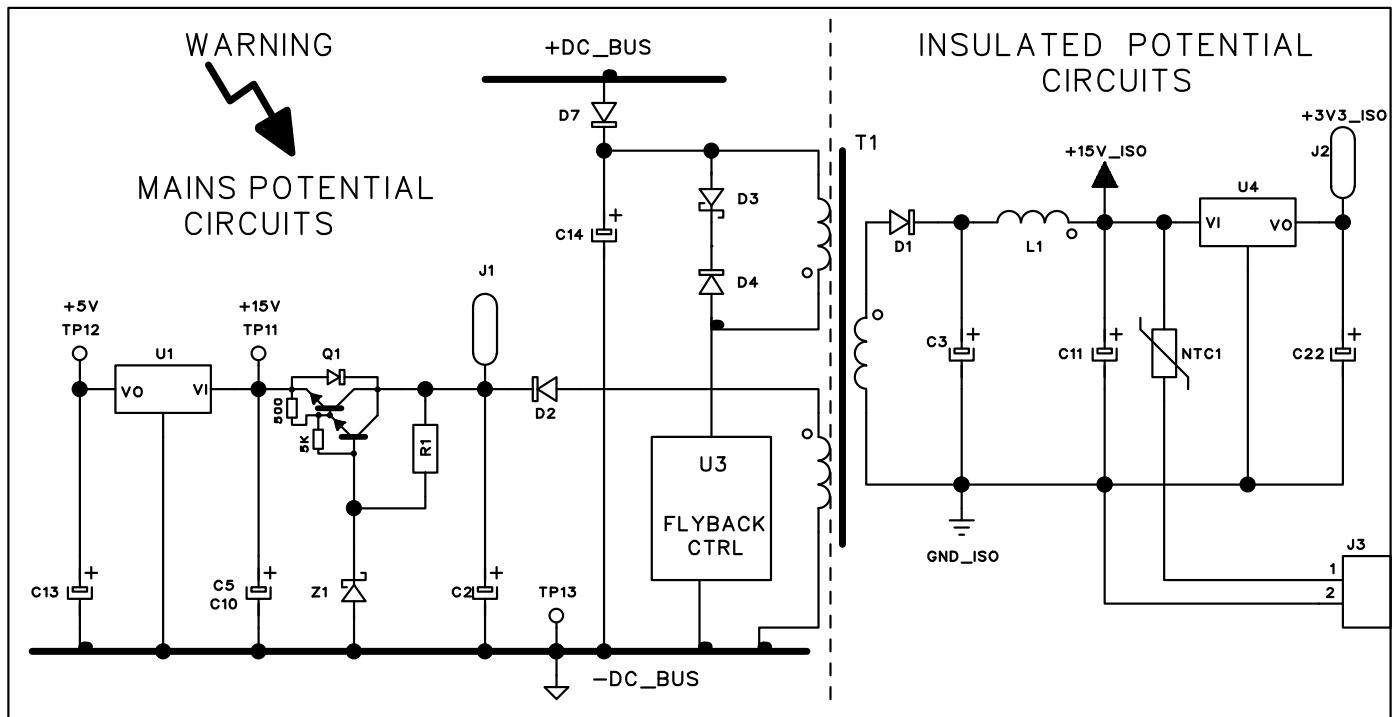

Fig. 2.3.2
Conectado directamente a los condensadores-DC, un convertidor flyback, presente en tarjeta potencia (45), genera las tensiones de alimentación de todos los circuitos del generador. Estas tensiones se miden en los conectores J2, J3 y en los test point J1, TP11, TP12, TP13 en tarjeta potencia (45), como indicado en Fig. 2.3.2.
- ♦ Si la tensión se mantiene en +320 Vdc controlar los circuitos del boost converter (U5, U7, Q5, Q6, D11, D12 etc.) y las tensiones en TP11 y TP12 de tarjeta potencia (45), como indicado en Fig. 2.3.2 (alimentaciones circuitos del boost converter).
- ♦ Sustituir tarjeta potencia (45).
- Tarjeta potencia (45), test point TP11(+), TP12(+) y terminal de R32 SHUNT o TP13(-) = tensiones como indicado en Fig. 2.3.2 (alimentación circuitos del boost converter).
- Tarjeta potencia (45), conectores J2 y J3 = tensiones como indicado en Fig. 2.3.2 (alimentación circuitos del inverter).
- ♦ Desconectar temporalmente, con generador apagado, J3 y J7 de tarjeta potencia (45). Volver a encender el generador y verificar nuevamente las tensiones en tarjeta potencia (45). Si no correcto, individuar los componentes defectuosos en tarjeta potencia (45) basándose en el esquema de Fig. 2.3.2 y sustituirlos. Si correcto buscar la causa de la anomalía en el ventilador (44) o en la tarjeta panel (48).